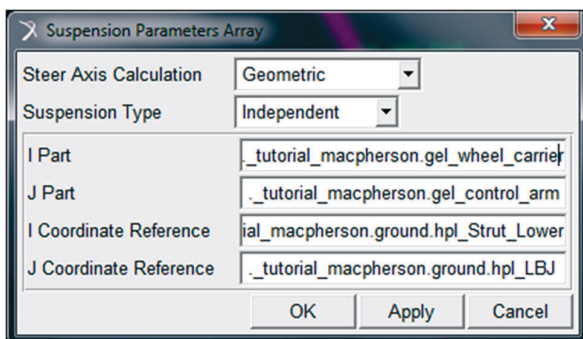

Figura 4.72 – Definição dos parâmetros da suspensão.
- A janela *Suspension Parameters Array* deverá ser preenchida conforme ilustrado na Figura 4.72. Note que a suspensão foi definida como do tipo Independente, tendo o *Steer Axis* na direção definida pelos *Hardpoints* *hpl\_Strut\_Lower* e *hpl\_LBJ*.